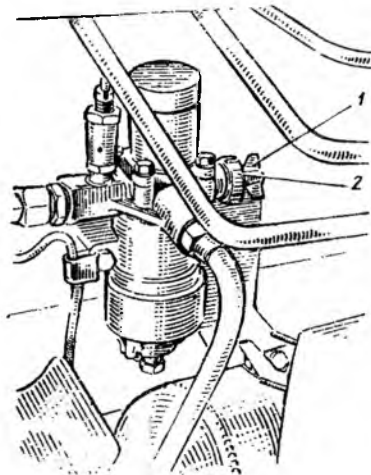

Рис. 103. Использование пневмосистемы для накачивания шин:
- отверните гайку-барашек 1 (рис. 103) со штуцера 2 регулятора давления;